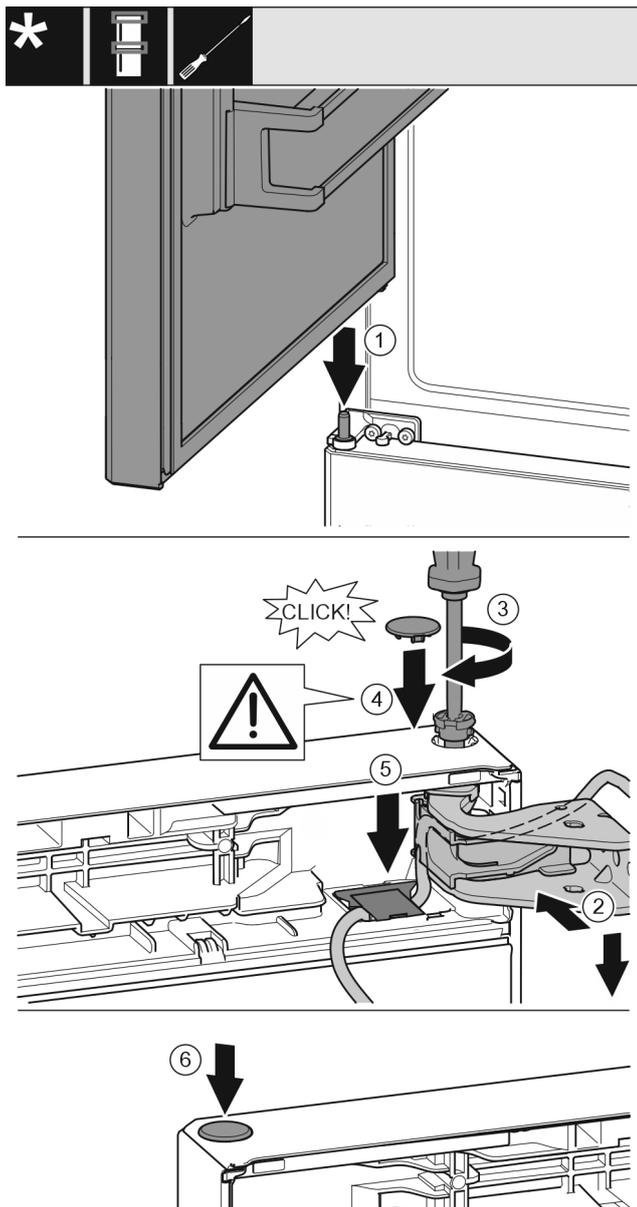

Fig. 43
- ▶ Posizionare la porta superiore sul cuscinetto di supporto centrale Fig. 43 (1).
- ▶ Allineare la porta in alto all'apertura nel blocco di supporto. Fig. 43 (2)
- ▶ Inserire i perni Fig. 43 (3) e stringerli con un cacciavite.
- ▶ Montare la copertura del fusibile Fig. 43 (4) sul fusibile della porta: Inserire la copertura del fusibile e controllare se appoggia sulla porta. Altrimenti inserire completamente i perni.
- ▶ Inserire la copertura Fig. 43 (5) e spingere verso il basso, finché non si innesta.
- ▶ Inserire il tappo Fig. 43 (6).